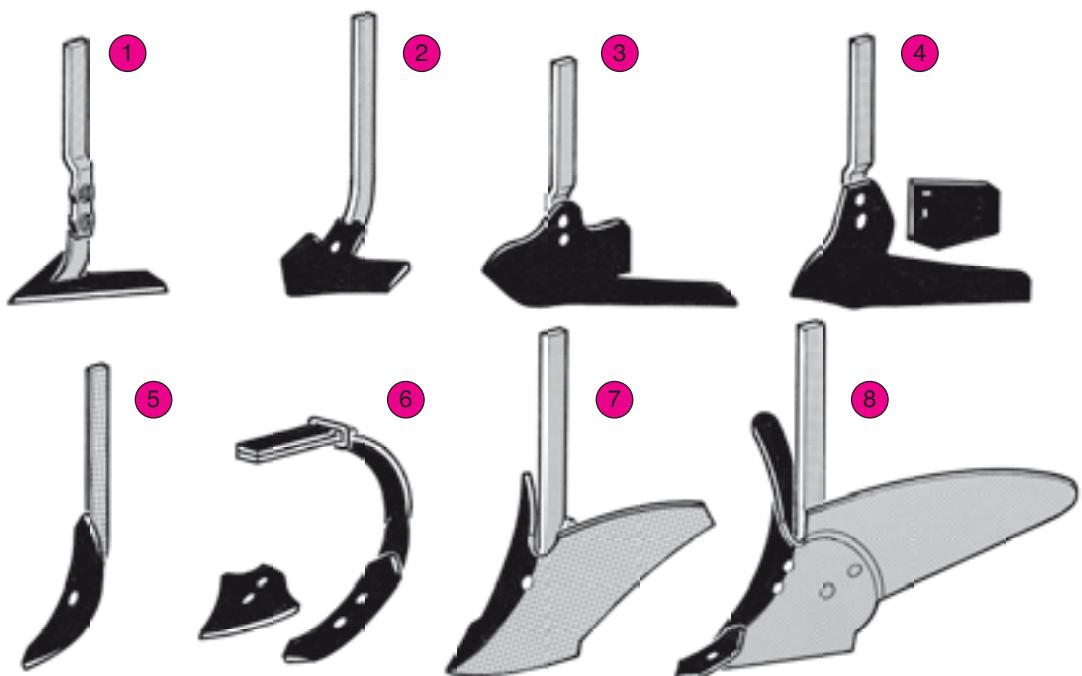
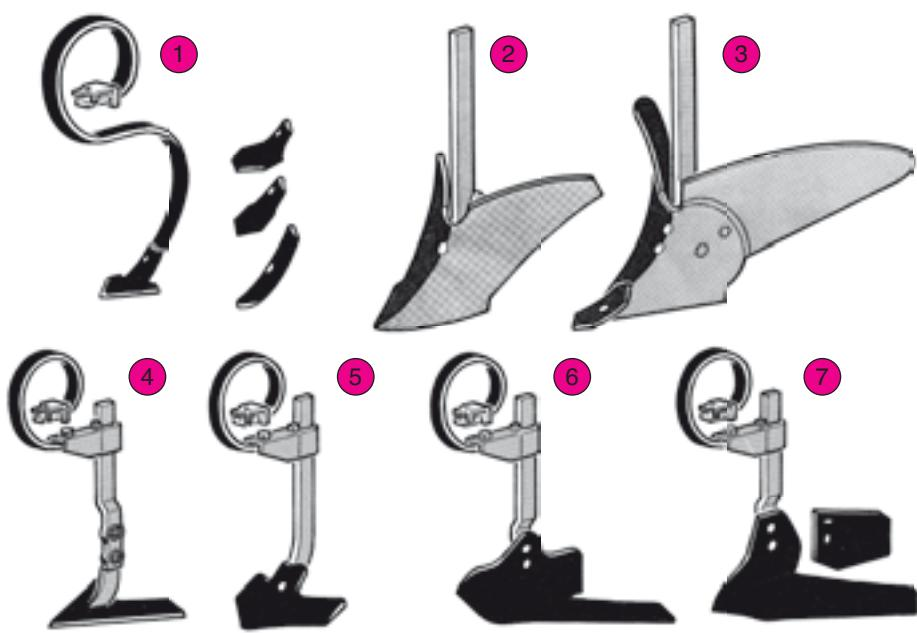
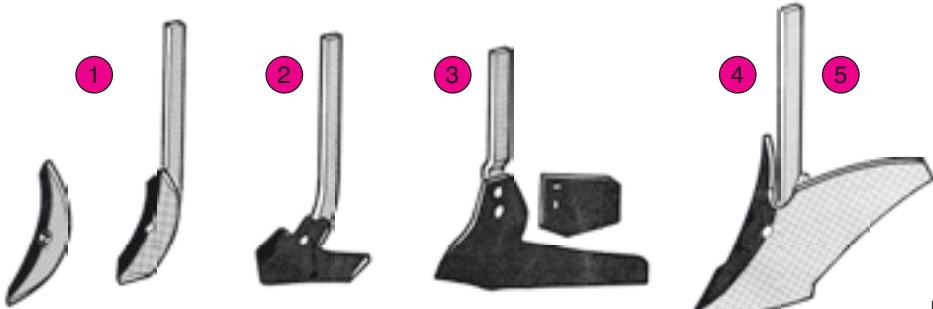

Fig. 26
Fig. 27
Fig. 28
- Pour bineuses SUPER-CROP F et V - Fig. 26
- ① Cœurs largeurs 14-20-25 et 30 cm
- ② Socs "Patte d'Oie" largeurs 20-25 et 30 cm
- ③ Lames Lelièvre Maïs et Betterave
- ④ lame ordinaire "Planet" avec ou sans joue
- ⑤ Dent fouilleuse rigide soc pointu
- ⑥ Dent flexible type "Vigne" avec soc pointu ou soc triangulaire "Lyon" en option
- ⑦ Butteur à ailes fixes F35
- ⑧ Butteur à ailes mobiles réglables AM
- Pour bineuses SUPER-CROP SCD - Fig. 27
- ① Dents flexibles socs largeurs 3,3-7-10,5 et 15 cm (au choix) (15 cm livré de série)
- ② Butteur à ailes fixes F35
- ③ Butteur à ailes mobiles réglables AM
- ④ Cœurs de 20-25 ou 30 sur support flexible
- ⑤ "Patte d'Oie" de 20-25, 30 ou 35 sur sup. flex.
- ⑥ lame Lelièvre M ou B sur support flexible
- ⑦ lame ordinaire "Planet" sur support flexible
- Pour bineuses HOUE - Fig. 28
- ① Dent "Houe" (soc pointu en option)
- ② "Patte d'Oie" largeur 20-25 ou 30 cm
- ③ lame ordinaire "Planet" avec ou sans joue
- ④ Butteur à ailes fixes F35
- ⑤ Butteur à ailes mobiles réglables AM
- For SUPER-CROP cultivators F and V - Fig. 26
- ① Shovels 14, 20, 25 and 30 cm wide (5 1/2", 8", 10" and 12")
- ② "Duckfoot" shares - 20, 25 and 30 cm wide (8", 10" and 12")
- ③ Lelievre blades, corn and sugarbeets
- ④ Standard "Planet" blade with or without cheek
- ⑤ Rigid digging tine with pointed share
- ⑥ Spring "Vineyard type" tine with pointed share or optional triangular share "Lyon"